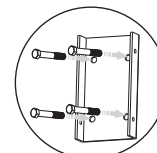
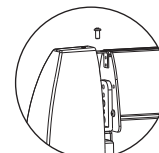
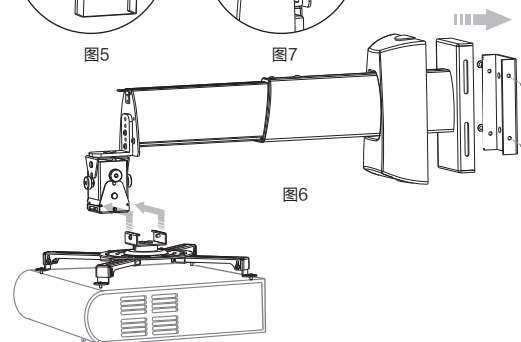

图5
图7
图6
- ② 把墙壁固定件安装到墙壁上(根据墙壁的材质选择配件中的螺丝, 配件⑦适用于混凝土墙壁, 配件⑧适用于木板墙壁)如图5。然后, 把支杆总成安装到墙壁固定件上, 以螺丝(配件5)紧固, 再将安装支架(已安装于投影机)滑入角度调节器, 然后装上(配件⑥)螺丝, 如图6。把顶盖套入安装前端, 紧固螺丝(配件6), 如图7。